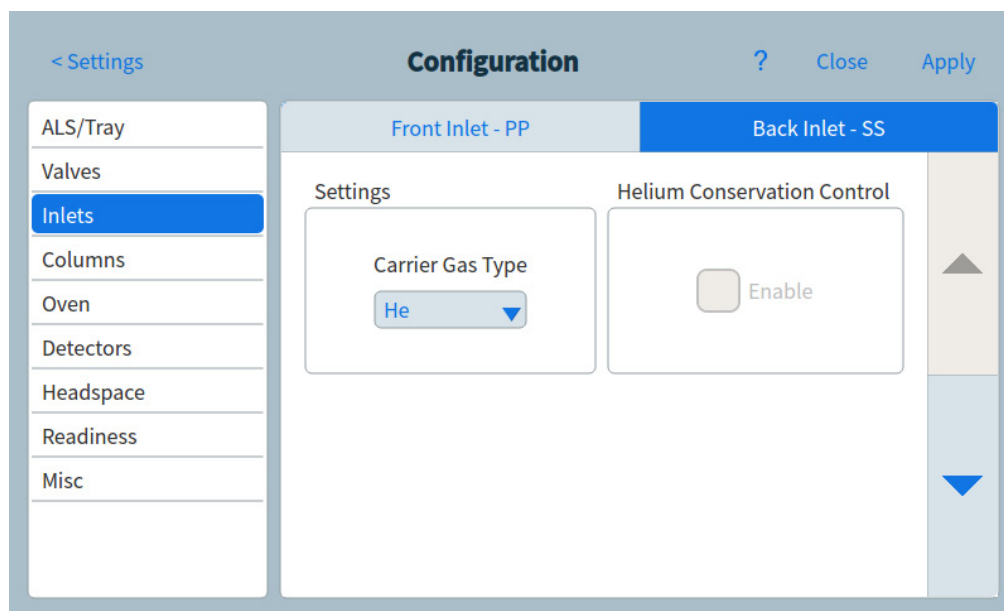

Figura 66. Pagina iniettori
- 1 Selezionare **Settings > Configuration > Inlets**. Le proprietà per il tipo di dispositivo selezionato appaiono a destra dello schermo. Vedere **Figura 66**.